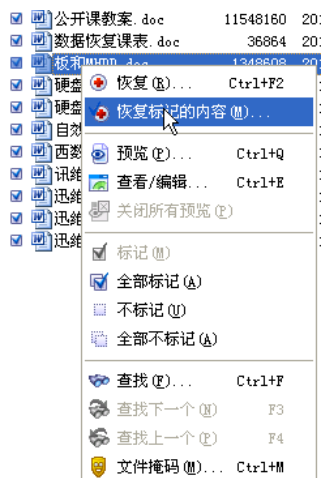

图 5-74 选择恢复标记的内容
(24) 勾选所有的文件，选择恢复标记的内容，如图 5-74 所示。